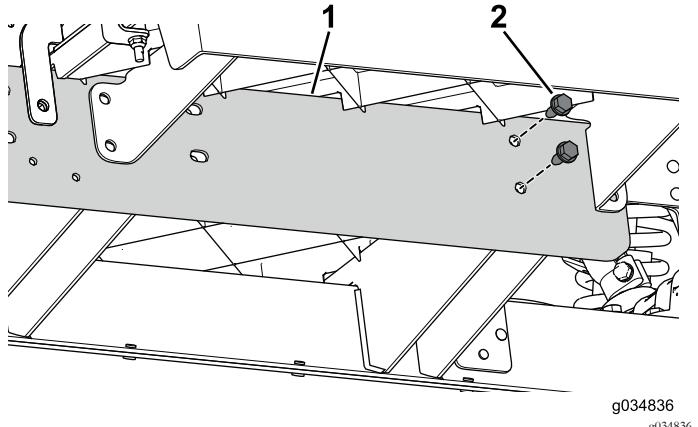

Figura 23
3. Utilize os 2 parafusos (5/16 x ¾ pol.) para instalar sem apertar a calha de extensão para o canal central para a secção dianteira da máquina (Figura 23).